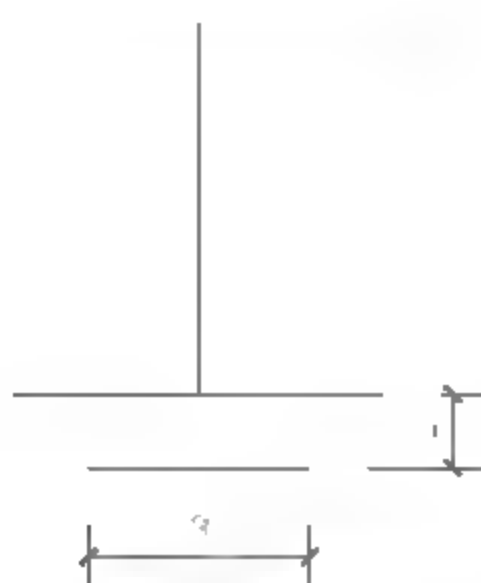

图3-7 删除线段
**05** 选择菜单【修改】|【删除】命令，将长度为1的垂直直线进行删除，使其距离第一条水平直线为1，结果如图3-7所示。